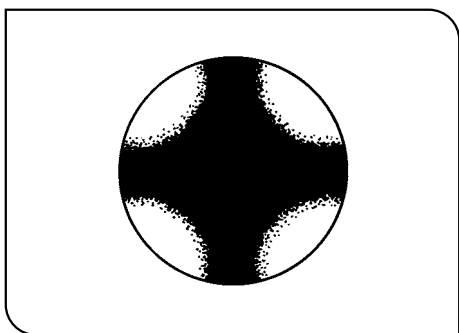

図 4
- 4) MX-ANM上面の鏡筒取付部から光路を覗いて、黒い十字形のアイソジャイア(図4)が最もシャープになるようにMX-ANMを回転させ、固定ねじを締付けます。